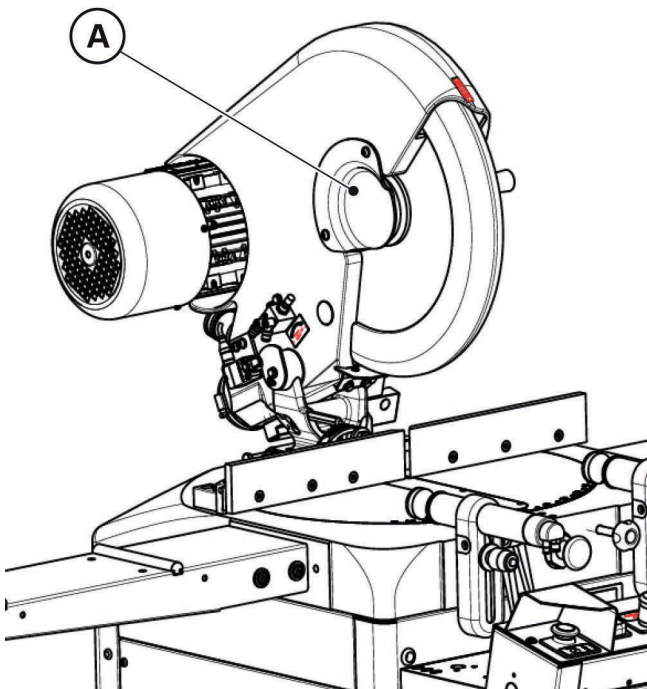

Fig. 09-06
- Rimuovere il carter esterno copri-flangia "A" (Fig. 09-06) agendo sulle 2 viti di fissaggio.